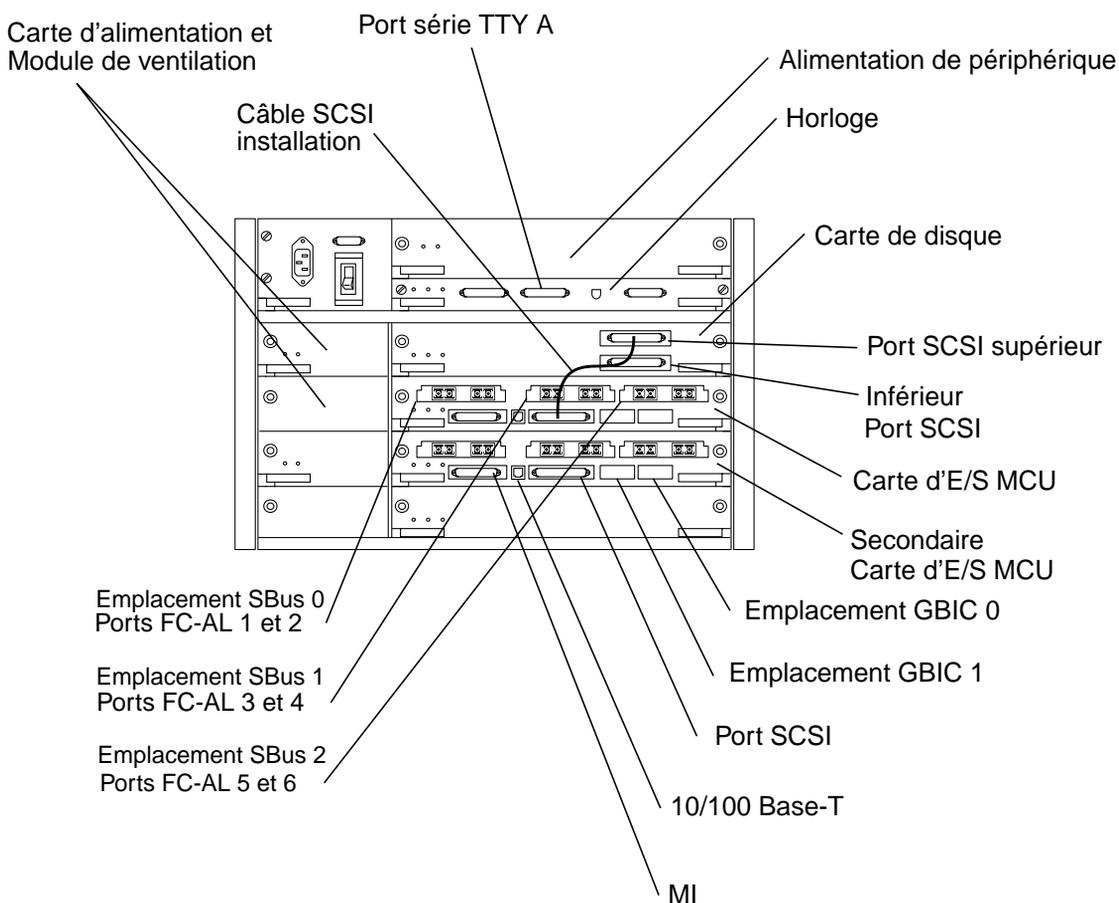

FIGURE 9 Détails et connexions arrière du serveur Sun Enterprise 4500
6. Branchez un câble à fibre optique de la sortie du concentrateur MCU au port FC-AL 1 du serveur Sun Enterprise 4500 de la carte d'E/S MCU (voir la FIGURE 8, FIGURE 9 et la FIGURE 10).
7. Branchez un câble à fibre optique de la sortie du concentrateur MCU secondaire au port FC-AL 1 du serveur Sun Enterprise 500 de la carte d'E/S du MCU secondaire (voir la FIGURE 8, FIGURE 9 et la FIGURE 10).
8. En présence d'un autre ensemble de concentrateurs, recommencez les étapes 2 à 7 pour les éventuels autres groupes partenaires de plateaux de disque et concentrateurs en utilisant les ports FC-AL 3 et 5 du serveur Sun StorEdge 4500 de la carte d'E/S MCU et des cartes d'E/S MCU secondaires (voir la FIGURE 8 et la FIGURE 9).
9. Branchez le câble SCSI du port SCSI supérieur de la carte de disque sur le port SCSI de la carte d'E/S MCU tel qu'indiqué à la FIGURE 9.
11. Etablissez une connexion temporaire avec le câble série du port série TTY du serveur Sun Enterprise 4500 (voir la FIGURE 8 et la FIGURE 9) à un hôte qui agira comme console pendant la configuration initiale du réseau.
12. Reliez le câble Ethernet à paire torsadée (TPE) du port 10/100 Base-T du serveur Sun Enterprise 4500 de la carte d'E/S MCU (voir la FIGURE 8 et la FIGURE 9) à un commutateur réseau ou une prise murale TPE (RJ-45).
Remarque - En raison de contraintes d'espace dans la FIGURE 9, le port 10/100 Base-T de la carte d'E/S MCU secondaire est identifié. Veillez à utiliser le port 10/100 Base-T de la carte d'E/S MCU.